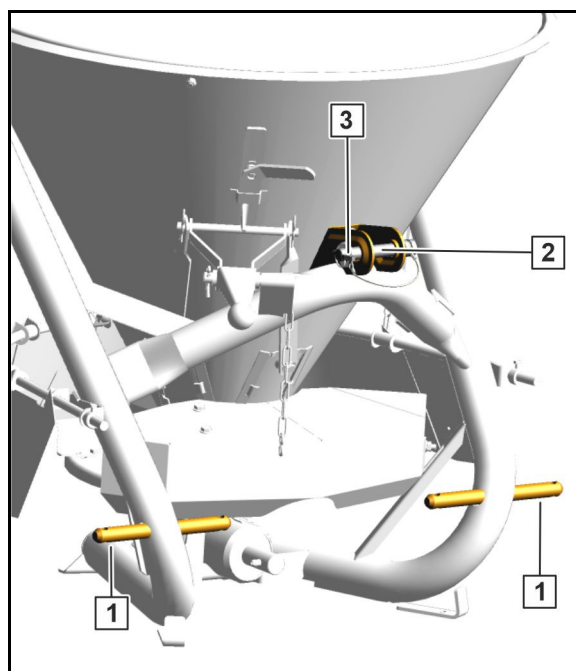

Fig. 21
- Dolne dźwignie zaczepu ciągnika nałożyć na sworznie (Kat I) (Fig. 21/1) zaczepu maszyny i zabezpieczyć składanymi zawleczkami.
- Górną dźwignię zaczepu przyłączyć sworzniem (Fig. 21/2) do punktu mocowania na maszynie i zabezpieczyć składanymi zawleczkami (Fig. 21/3).